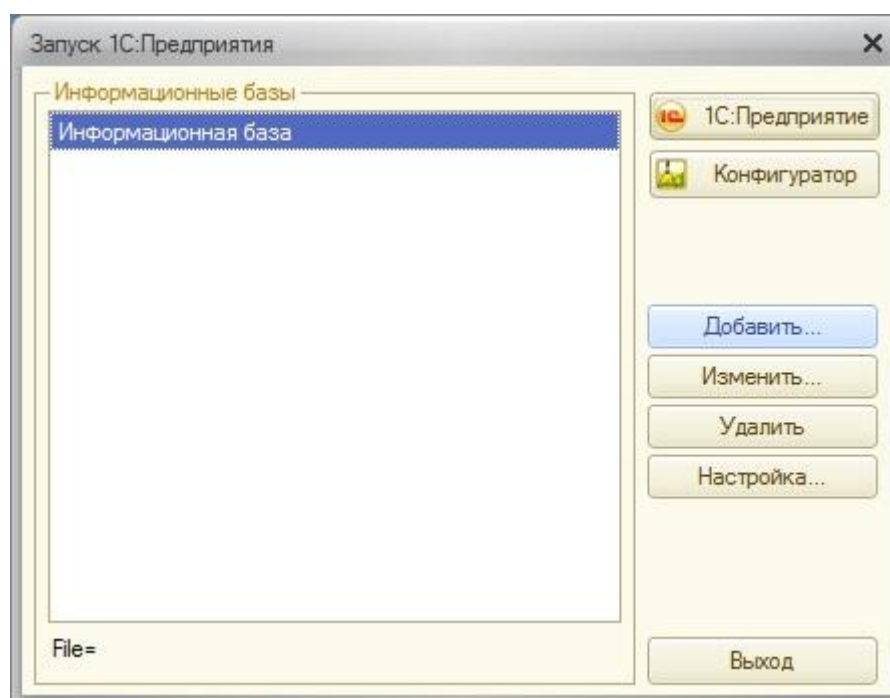

Рисунок 11. Добавление информационной базы
- Если программа уже использовалась и в ней уже имеются информационные базы, нажмите кнопку «Добавить» (рис. 11).